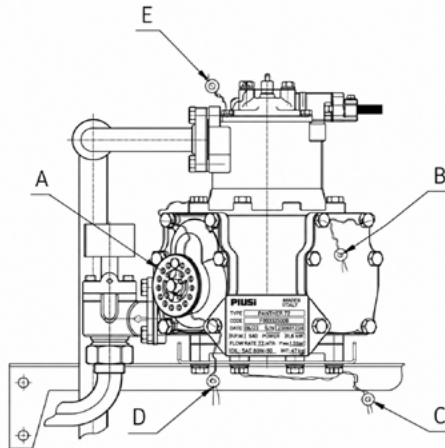

Abbildung 20 - Kolben-Kraftstoffzähler (Typ FM-1007) A=Kalibrierrad
4. Nach Abschluss der Zählerjustierung wird das Kalibrierrad fixiert und der Zähler mit Plomben versehen (siehe Abbildung 20, Positionen B, C, D, E).